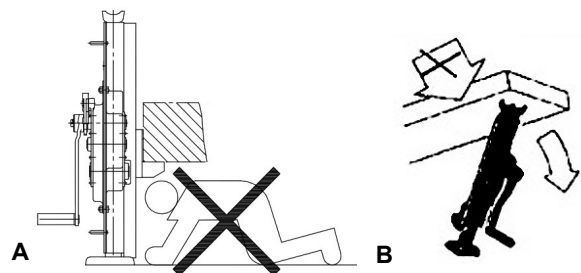

Abb. 2: A: Die Arbeit unter einer angehobenen Lasten ist verboten. B: Kippgefahr
3. Arbeiten Sie niemals unter einer angehobenen Lasten. (Pos. A, Abb.2)
10. Die Stahlwinde muss so angesetzt werden das nur senkrecht Kräfte auf die Stahlwinde wirken. (Pos. B, Abb.2)